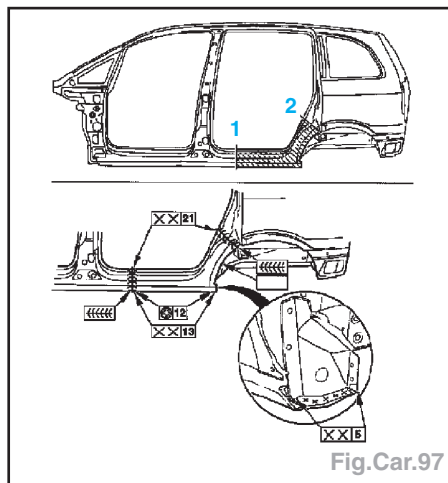

Fig.Car.97
- Déposer les pièces rapportées (Fig.Car.97).